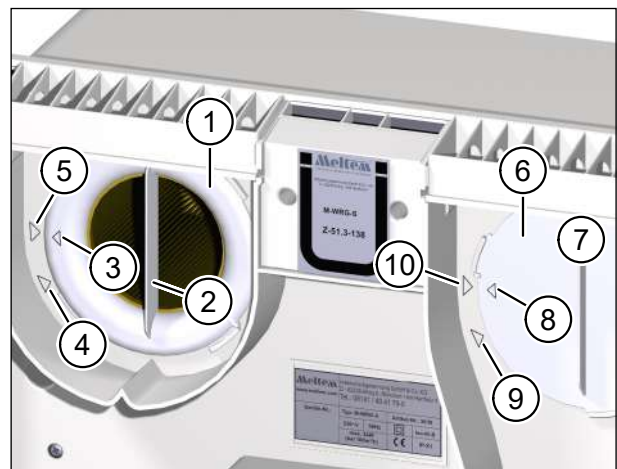

Abb. 14: Filterring und Filterdeckel einsetzen
- ▶ Setzen Sie den Filterring (Pos. 1 in Abb. 14) auf den Abluftfilter auf. Achten Sie darauf, dass der Filterring plan auf der Zwischenplatte aufliegt.
- ▶ Achten Sie darauf, dass der Filterring so orientiert ist, dass der Pfeil auf dem Filterring (Pos. 3 in Abb. 14) mit dem Pfeil der Entnahmeposition (Pos. 4 in Abb. 14) fluchtet.
- ▶ Drehen Sie den Filterring im Uhrzeigersinn bis der Pfeil auf dem Filterring (Pos. 3 in Abb. 14) mit dem Pfeil der Arretierposition (Pos. 5 in Abb. 14) fluchtet.
- ▶ Setzen Sie den Filterdeckel (Pos. 6 in Abb. 14) auf den Außenluftfilter auf. Achten Sie darauf, dass der Filterdeckel bündig auf der Zwischenplatte aufliegt.
- ▶ Achten Sie darauf, dass der Filterdeckel so orientiert ist, dass der Pfeil auf dem Filterdeckel (Pos. 8 in Abb. 14) mit dem Pfeil der Entnahmeposition (Pos. 9 in Abb. 14) fluchtet.
- ▶ Drehen Sie den Filterdeckel im Uhrzeigersinn bis der Pfeil auf dem Filterdeckel (Pos. 8 in Abb. 14) mit dem Pfeil der Arretierposition (Pos. 10 in Abb. 14) fluchtet.
- ▶ Kontrollieren Sie die Position von Filterring (Pos. 1 in Abb. 14) und Filterdeckel (Pos. 6 in Abb. 14). Die Griffleisten (Pos. 2 und 7 in Abb. 14) müssen senkrecht stehen und die Pfeile auf Filterring und Filterdeckel müssen mit den Pfeilen der Arretierposition fluchten.